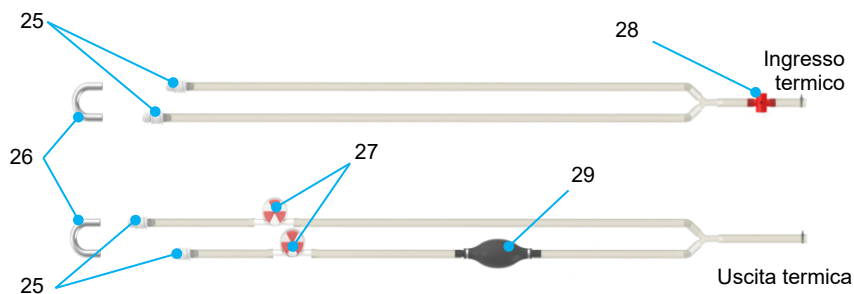

Figura 7 Tubi termici
L'unità termica mantiene la temperatura della soluzione di perfusione in circolo utilizzando elementi Peltier. A seconda della temperatura impostata, questi elementi raffreddano o riscaldano il circuito interno dell'acqua mediante un effetto termoelettrico. Per trasferire la temperatura del circuito interno dell'acqua alla soluzione di perfusione, l'unità termica è collegata tramite un tubo di silicone alle porte dello scambiatore di calore di entrambi gli ossigenatori (Figura 7 e Figura 14). La porta di uscita dell'unità termica è collegata alla porta di ingresso dell'acqua dello scambiatore di calore e la porta di ingresso dell'unità termica è collegata alla porta di uscita dell'acqua dello scambiatore di calore.
- Posizionare il tubo termico (Figura 7) con il raccordo per tubi dell'acqua (voce 26) il più in basso possibile. Assicurarsi che durante il riempimento e la deaerazione (sezione 2.3.1), l'ingresso e l'uscita dell'unità termica (Figura 7, voci 21 e 22) siano posizionate in alto, in modo che le bolle d'aria si spostino verso l'unità termica.
- Spremere ripetutamente il palloncino di deaerazione (Figura 7, voce 29) per spingere fuori quanta più aria possibile dai tubi termici del circuito HA.